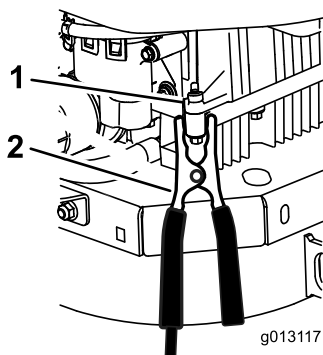

Figura 51
- Eseguite l'ultimo collegamento sul **blocco motore** (non sul polo negativo della batteria) della macchina con la batteria scarica, lontano dalla batteria, e state lontani (Figura 51).